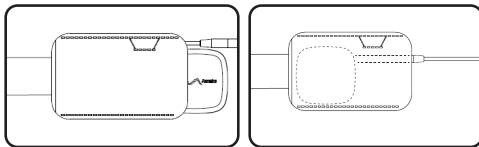

Figura 5: collocare il TS nella sacca della cintura.
2. Far scivolare il TS nella sacca della cintura. Disporre l'estensione del TS attorno a quest'ultimo (**Figura 5**). Il TS è inserito completamente quando passa attraverso il punto più stretto della sacca.